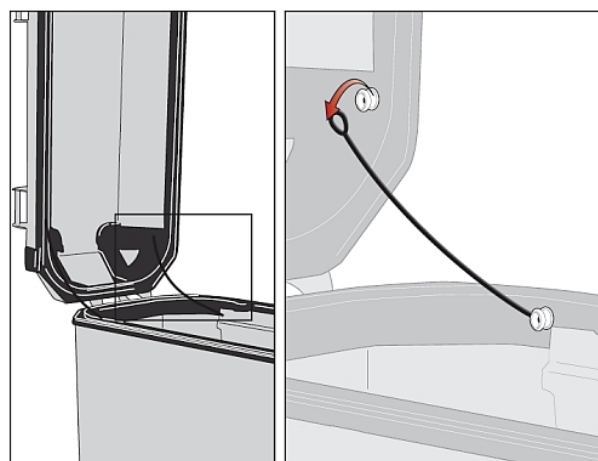

図 B3
4. 手順3の状態から、①OBK モノキーサイドケース内部の開口制御プラスチックの勘合（4箇所あるうちの上下いずれか2箇所）を取り外すことで、蓋とボトムを完全分離することができます。ケースからはみ出るような高さの荷物でも、取り外した蓋と一緒に一時積載可能な仕様となっています。（図 B3 参照）